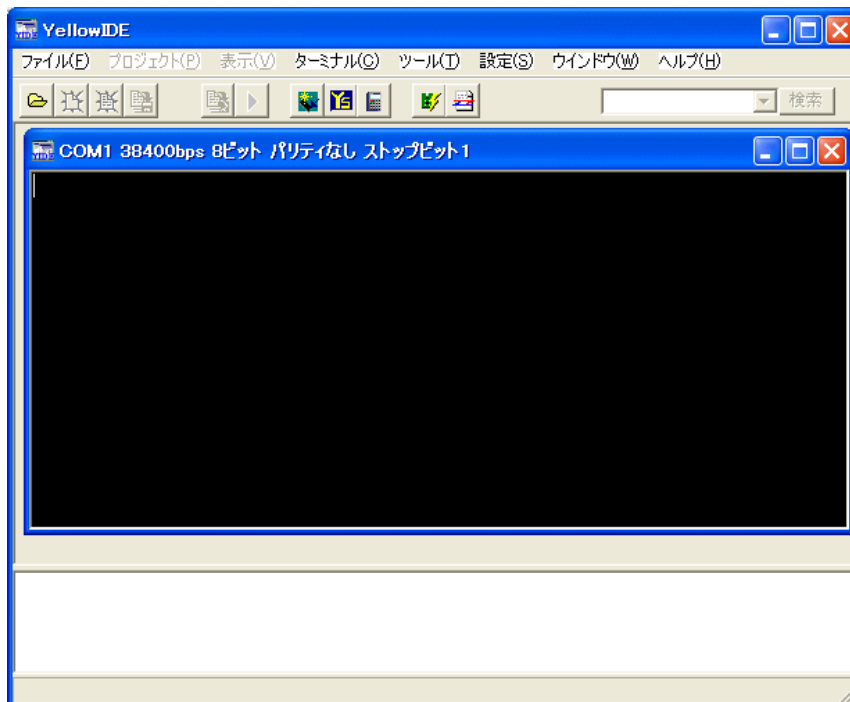

図 18 ターミナル画面
3. [ターミナル]メニューから[表示]を選択し、ターミナル画面を表示します(図 18)。